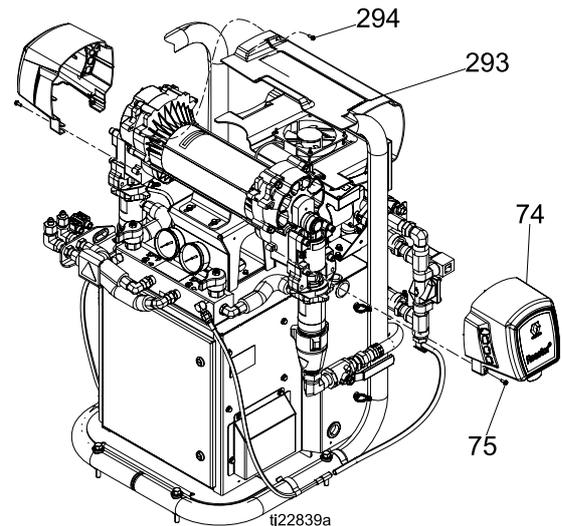

Figure 12
13. Schrauben (294) und Motorabdeckung (293) ausbauen, siehe Abb. 12.